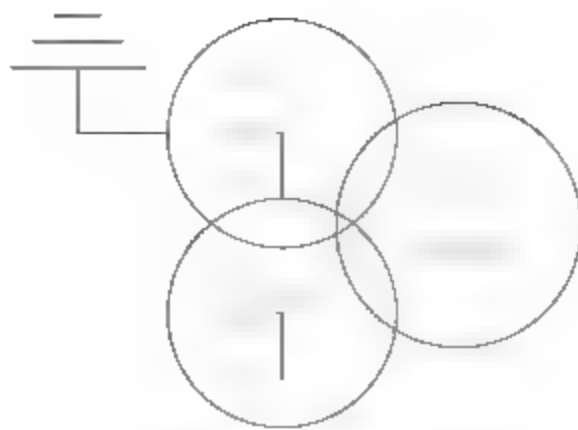

图8-42 删除线段
**15** 调用E【删除】命令，删除线段，如图8-42所示。